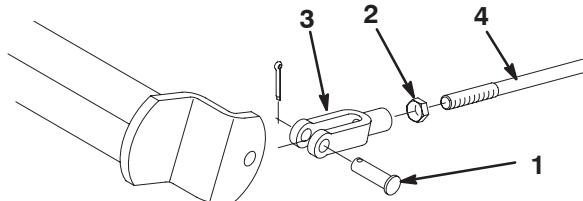

Bild 51
2. Lösen Sie die Klemmmutter und stellen Sie den Lastösenbolzen entsprechend ein (Bild 51).
3. Bringen Sie den Lastösenbolzen am Bremsbügel an (Bild 51).